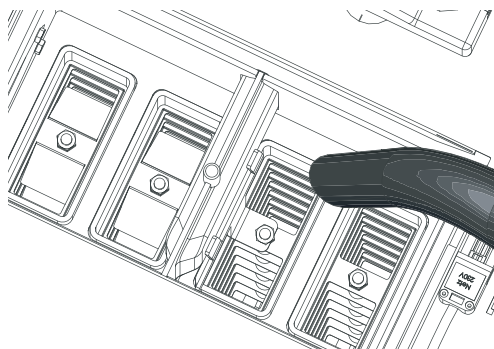

Fig. 69 Asche aussaugen
- ▶ Asche aus den Nachheizflächen saugen – Fig. 69.